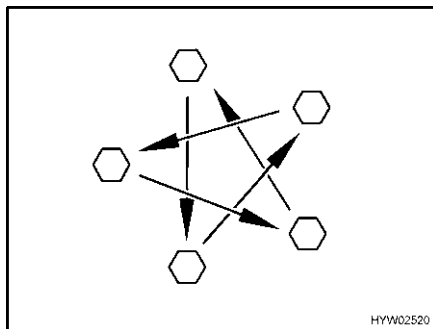

Fig. 181 Serrare a croce i dadi o i bulloni delle ruote
- Controllare regolarmente il serraggio dei dadi o dei bulloni. Regolare a croce (Fig. 181) il serraggio dei dadi o dei bulloni di una ruota sostituita dopo circa 50 km.
- ▷ Serrare a croce i dadi o i bulloni delle ruote (Fig. 181).